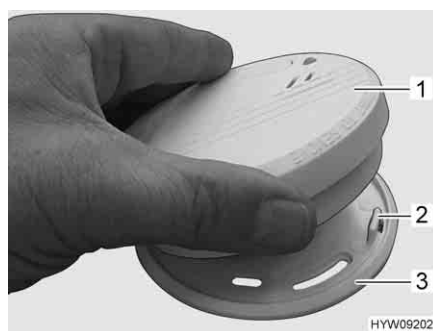

Fig. 129 Montaggio del rivelatore di fumo
- Posizionare il rivelatore di fumo (Fig. 129,1) sul supporto (Fig. 129,3). I naselli di ritegno (Fig. 129,2) devono innestarsi nelle aperture (Fig. 128,3) del rivelatore di fumo.